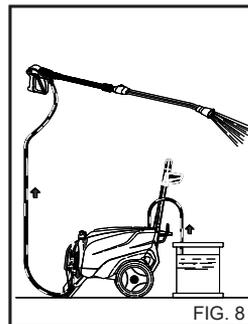

FIG. 8
Bed forhandleren om kataloget over de rengøringsmidler som kan anvendes afhængig af arten af det pågældende vaskearbejde og den overfladetype der skal behandles. Efter brug af rengøringsmidlet, skal rengøringsmiddelindtaget skylles ud med rent vand. (Fig. 8).
- 1) Efter brug sammen med rengøringsmidlet skal højtrykssystemet skylles omhyggeligt: Lad pumpen være aktiveret i 1 minut, mens doseringshanen er fuldstændigt lukket. (fig. 8).
- 4) Efter brug sammen med rengøringsmidlet skal højtrykssvandsystemet skylles omhyggeligt: Lad pumpen være aktivret i 1 minut, mens doseringshanen er fuldstændigt lukket. (fig. 8).